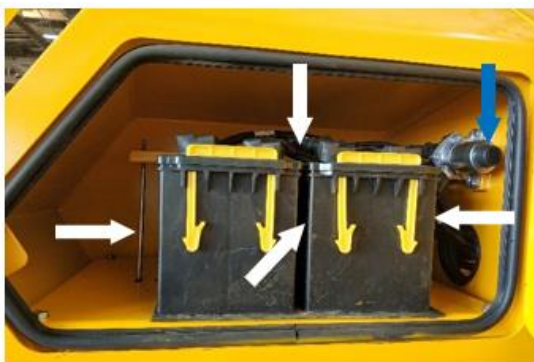

Рисунок 3.116. Чистка аккумуляторов (видимые стороны показаны стрелками)
- ▶ Отключить массу (нажать на кнопку массы, обесточив систему электрооборудования машины) рис. 3.116 показано синей стрелкой.
- ▶ Очистить поверхности аккумулятора от загрязнений рис. 3.116.